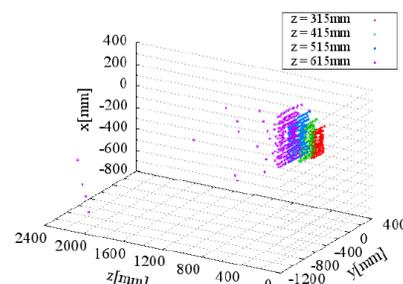

図2 赤外線距離センサでの壁面測定
- 壁面の直方体熱源(約40°C、縦88×横64×奥行24 mm)までの奥行(z)を推定できた(図2、計算時間約0.5秒)。